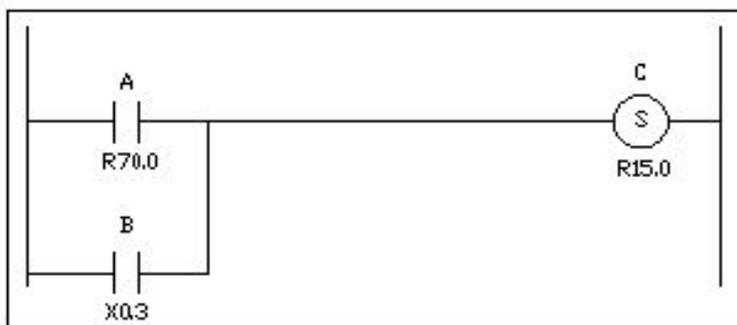

图 9.1.13.1 梯形图
(1) 指令格式 SET ANNN.B
(2) 将逻辑操作结果 ST0 与指定地址的内容逻辑或，并将结果输出至相同地址。
(3) SET 的使用举例参见图 9.1.13.和表格 9.1.13.1。